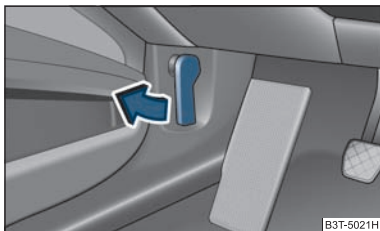

Fig. 183 Maneta de deblocare a capotei
- Trageți maneta de deblocare de sub bord, pe partea stângă ⇒ fig. 183.
- Deblocați capota motorului ⇒ fig. 183.